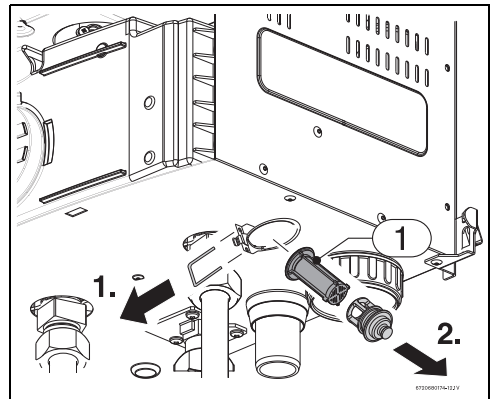

Fig. 43
- ▶ Sustituir el filtro de agua, consultar la (Fig. 43).